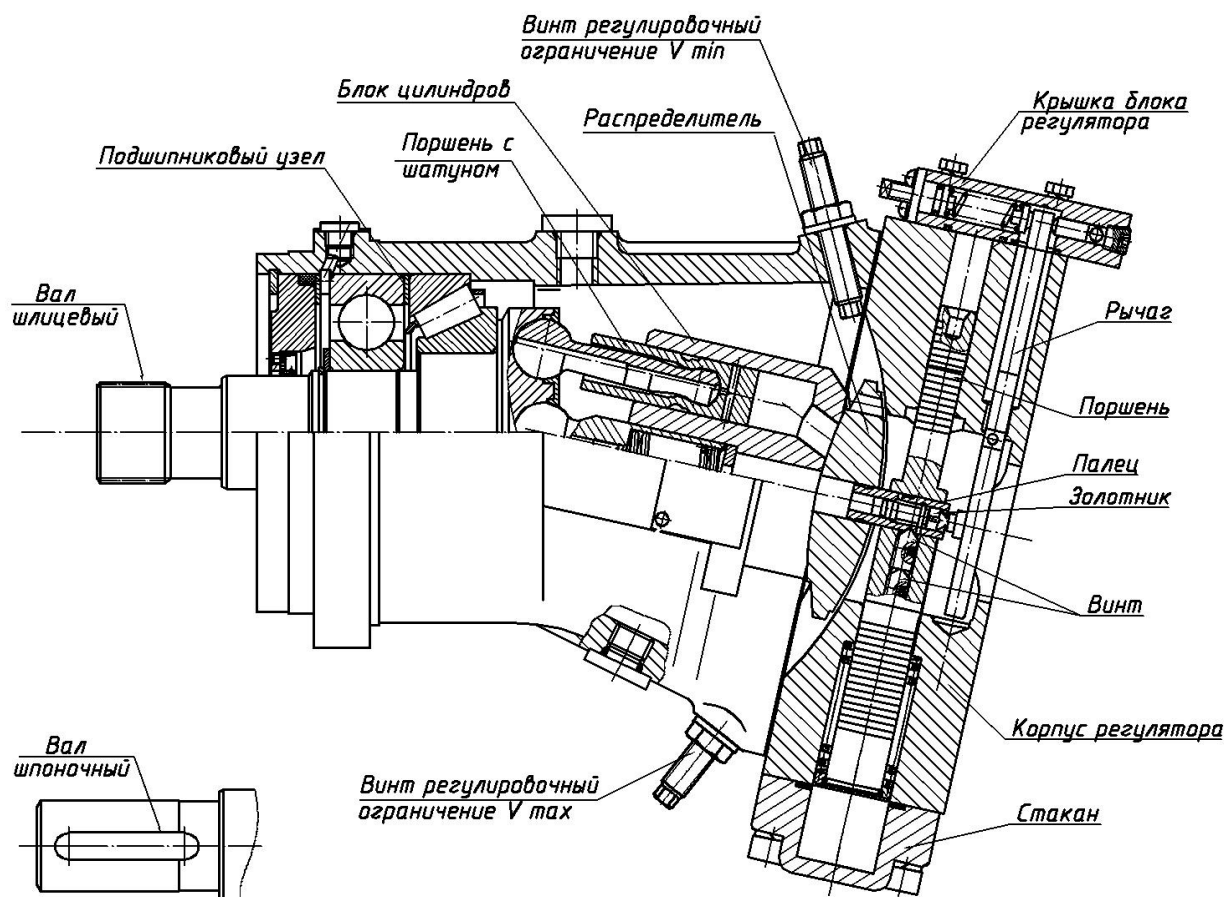

Рис. 1 – Насос с регулятором мощности (пример)
1.2.3 Состав изделия изображен на рис. 1.
1.7.1 Насос (рис. 1) функционально состоит из двух узлов: блока регулятора и качающего узла.